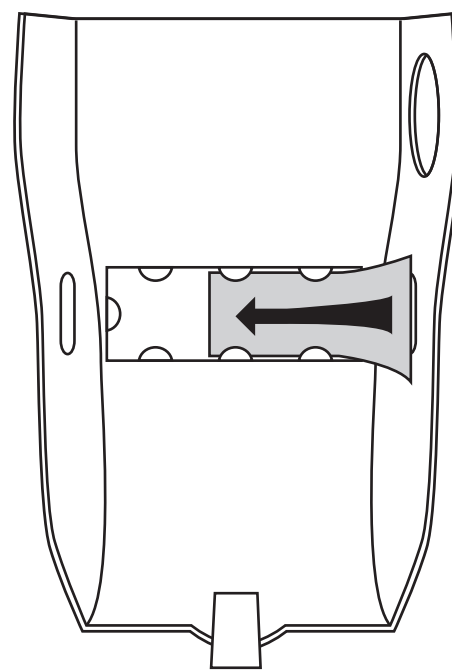

Fig 3
1. Open cover and insert decorator strip. **See Fig 3.**
1. ouvrir le couvercle et insérer la band décorative (**fig. 3**).